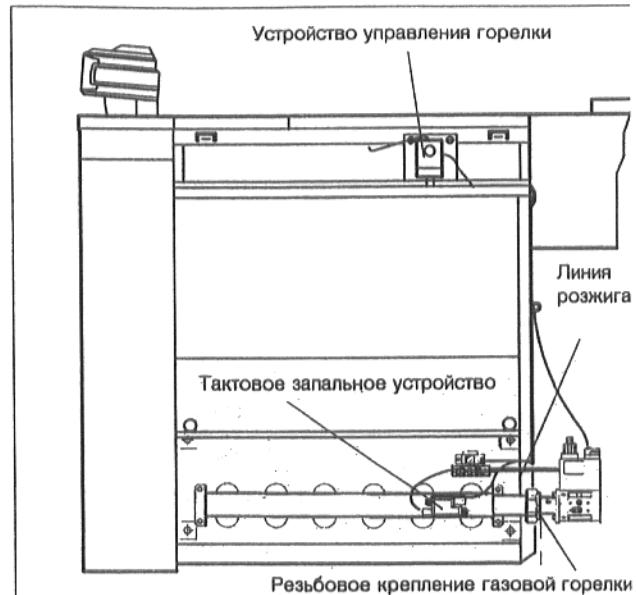

Рис. 13
- Отключить соединительный кабель тактового устройства зажигания и устройства управления горелки на тактовом устройстве зажигания (рис. 13).
- Снять линию розжига на щите горелки и на арматуре. Снять газовое сопло розжига и воздушное сите и тщательно сохранить (рис. 13).
- Отсоединить резьбовое соединение газовой горелки (рис. 13).
- Отключить штекерное соединение кабеля зажигания на тактовом устройстве зажигания, снять тактовое устройство зажигания (рис. 13).